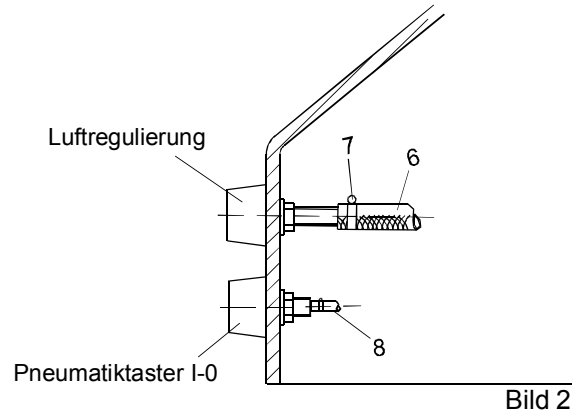

Bild 2
8. Gewebeschlauch (6) \varnothing 14 mm, für Luftperlbild, auf die Tülle der Luftregulierung aufstecken und mit Klemme (7) befestigen (siehe Bild 2). Der Anschluß befindet sich in der Abdeckhaube.
9. Kunststoffschlauch (8)(Bild 2) \varnothing 3 x 1,5 mm vom Pneumatiktaster auf die Tülle des Druckwandlers am Klemmkasten aufstecken.
1. Das Ein- und Ausschalten der Anlage wird durch Druck auf den in der Haube eingebauten Pneumatiktaster vorgenommen (Bild 2). Der Taster kann vom Becken aus betätigt werden.
2. Die Luftregulierung ermöglicht es, über die Düse Luft anzusaugen um so einen Perlbadeffekt zu erreichen. Die Luftmenge ist vom Becken aus einstellbar (Bild 2).